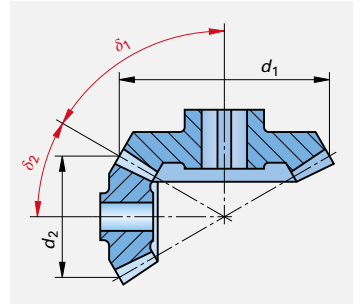

Bild 1: Kegelräder
2. **Kegelräder (Bild 1):** Zwei Kegelräder, deren Achsen senkrecht aufeinander stehen, haben die Teilkreisdurchmesser $d_1 = 160 \text{ mm}$ und $d_2 = 88 \text{ mm}$. Gesucht sind die Teilkreiswinkel δ_1 und δ_2 .